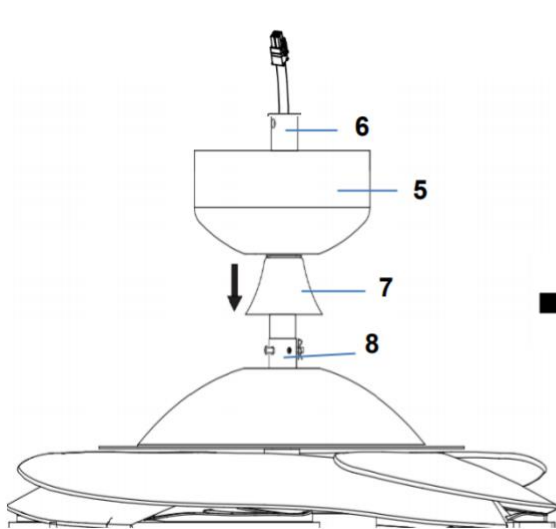
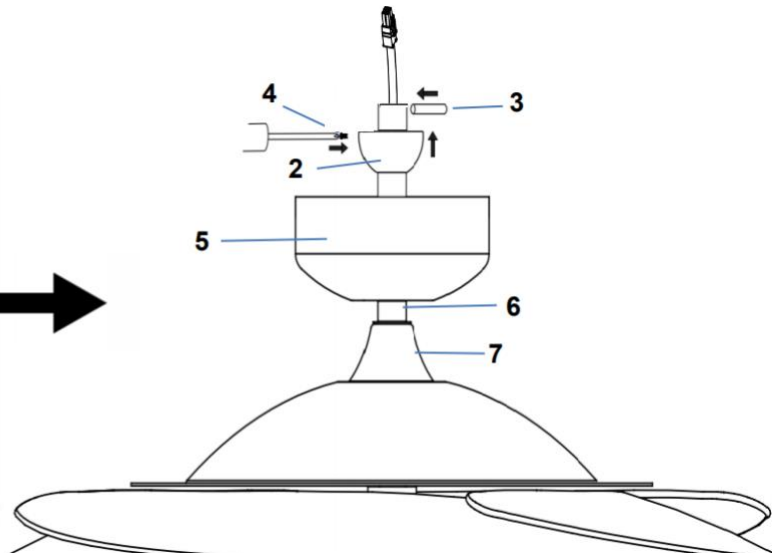

Abb. 4.5
Abb. 4.6
6. Stecken Sie die Dekorblende (7) auf die Deckenstange (6), um das Kupplungsgehäuse der Deckenstange (8) zu verdecken. (Abb. 4.5)
7. Führen Sie die Konsole (5) über die Deckenstange (6) ein, setzen Sie das Kugelgelenk (2) und den Spannstift (3) wieder in die Deckenstange (6) ein und schrauben Sie die Teile mit den Montageschrauben (4) fest. (Abb. 4.5 und Abb. 4.6)